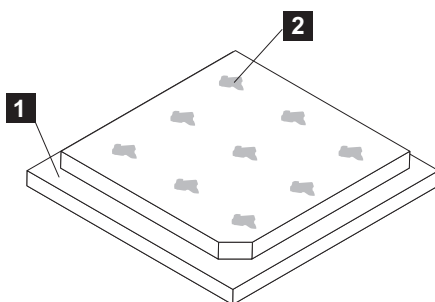

図 263. SAN ボリューム・コントローラー 2145-CG8 または 2145-CF8 マイクロプロセッサへの熱伝導グリースの塗布
- e. 熱伝導グリース用の注射器を使用して、図 263 に示すように、マイクロプロセッサの上部に等間隔で 9 か所に 0.02 mL ずつのグリースを点状に置きます。グリースを均等に分布するには、最外部の点をマイクロプロセッサの端から約 5 mm 以内に置く必要があります。